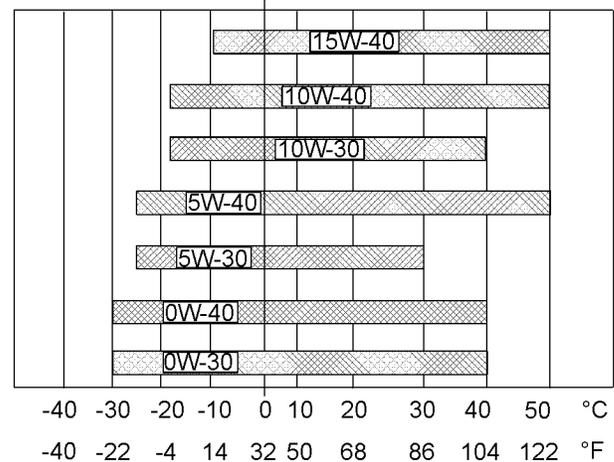

Abbildung 43
Siehe Abbildung 43 (Mindesttemperatur) zur Bestimmung der notwendigen Ölviskosität zum Starten eines kalten Motors.
Siehe Abbildung 43 (Höchsttemperatur) zur Bestimmung der notwendigen Ölviskosität für den Motorbetrieb bei der höchsten zu erwartenden Umgebungstemperatur.
- Siehe die entsprechenden "Schmierstoffviskositäten". Siehe Abbildung 43 zur Bestimmung der für den Motor richtigen Viskositätsklasse.